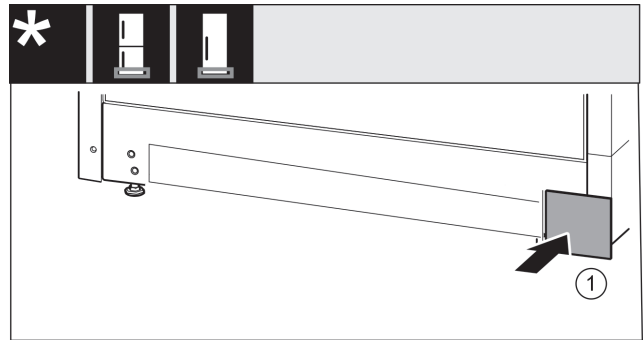

Fig. 20
- ▶ Знову одягнути кришку з іншого боку. Fig. 20 (1)